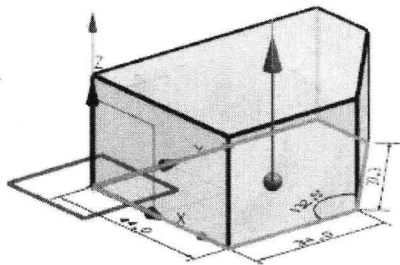

图 1-9 拉伸直接草图轮廓
- Direct Sketch 工具条仍处于激活状态下，单击 Extrude 按钮 , NX 会自动选择刚才创建的草图轮廓作为拉伸截面线，如图 1-9 所示，拉伸距离不限。